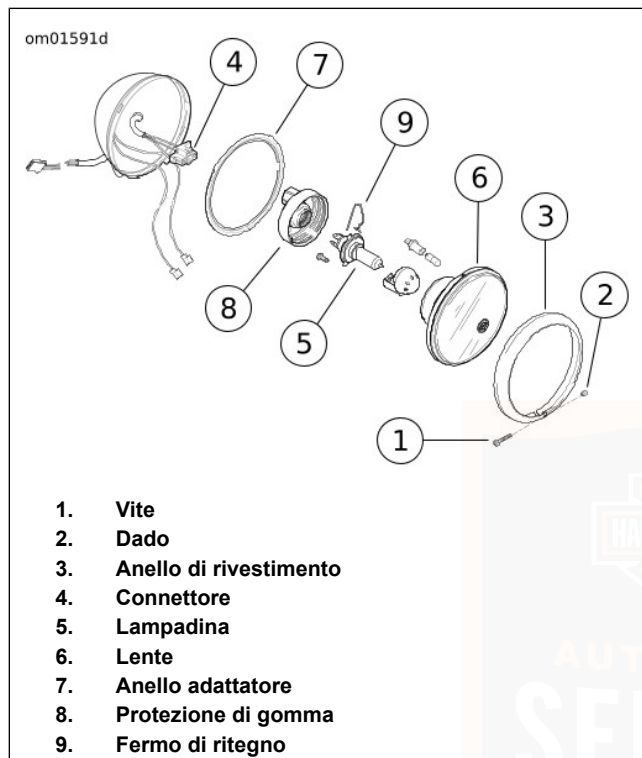

Figura 54. Faro anteriore: XL 883L/N/R, XL 1200T, XL 1200X
- a. **XL 883L/N/R, XL 1200T, XL 1200X:** Vedere Figura 54. Rimuovere vite (1), dado (2) e anello di rivestimento del faro anteriore (3).